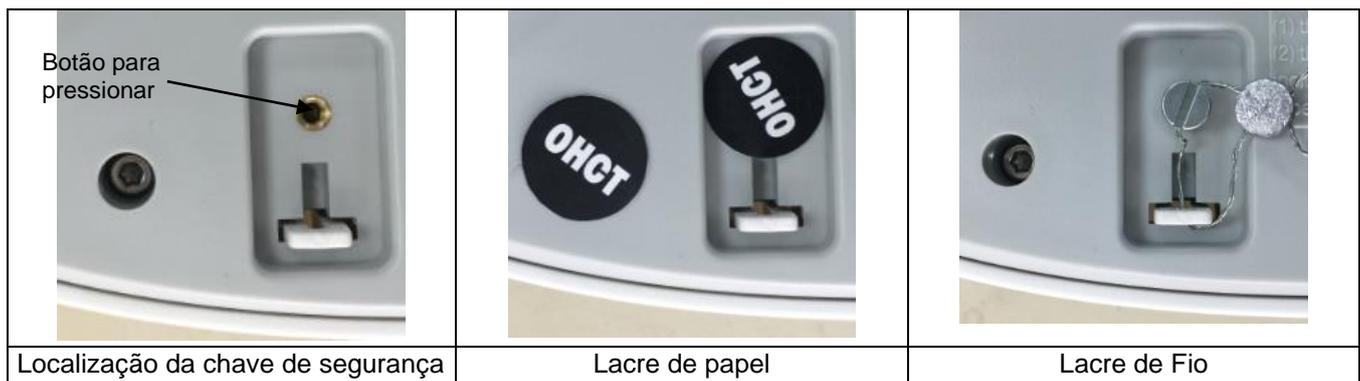

Figura 6-1. Lacração
5. Conforme mostrado na Figura 6-1, pressione o botão dentro do orifício.